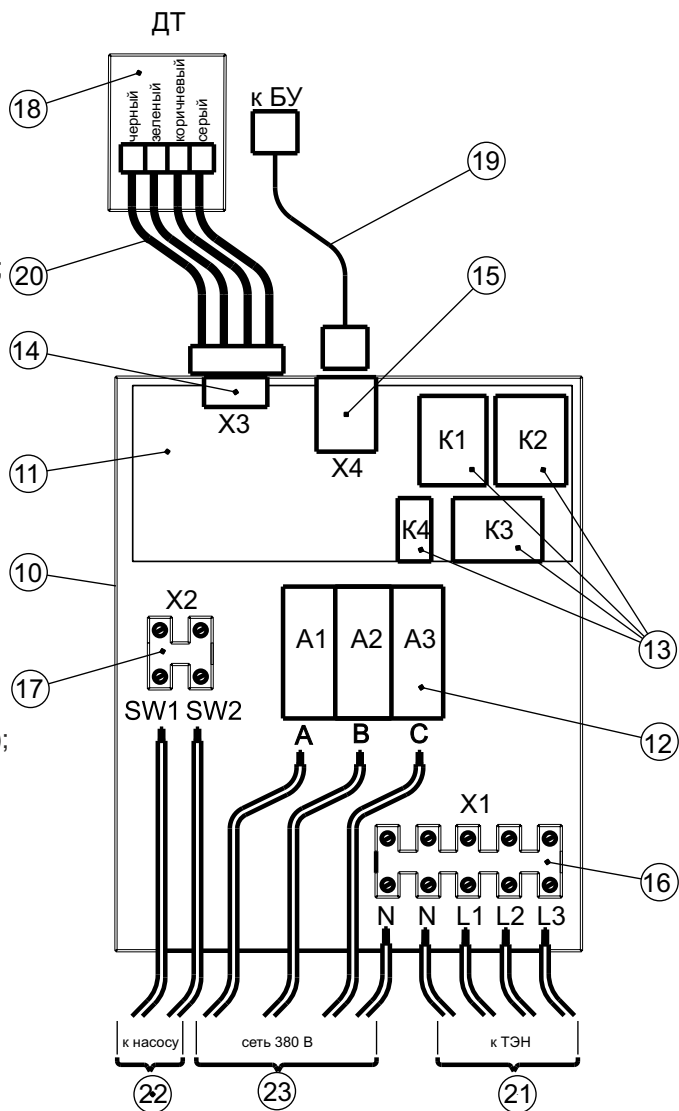

Рис. 1 Конструкция пульта управления
ПУ (Рис.1) представляет собой комплекс из блока управления (БУ) (1), блока коммутации (БК) (9), датчика температуры (ДТ) (18), соединенных между собой проводом управления (19) и проводом ДТ (20). С ЭК (ЭП) ПУ соединяется через провод силовой (21), а с сетью 380 v через кабель питания (23).
БУ предназначен для настройки режимов работы (внешний вид показан на рис.1) и состоит из корпуса БУ (2), платы управления (3), ЖК индикатора (4) и пленочной клавиатуры (5). БУ соединен с сетью через провод управления (19).
БК (внешний вид показан на рис.1) состоит из корпуса БК (10), автоматического выключателя (12) (в зависимости от модели пульта количество выключателей может отличаться) и платы коммутации (11). На плате коммутации расположены разъемы подключения: слаботочный разъем (15) для соединения через провод управления и провод ДТ с БУ и ДТ соответственно, силовой разъем (16) для подключения ЭК (ЭП) через силовой провод и коммутационный разъем (17) для подключения электрического насоса, управляющего подачей воды на парообразователь. Подключение к электросети осуществляется через провод питания и автоматический выключатель (12).
Схема установки ПУ показана на рис. 1.
Электромонтаж ПУ должен осуществляться в соответствии со схемой, представленной на рис. 1.